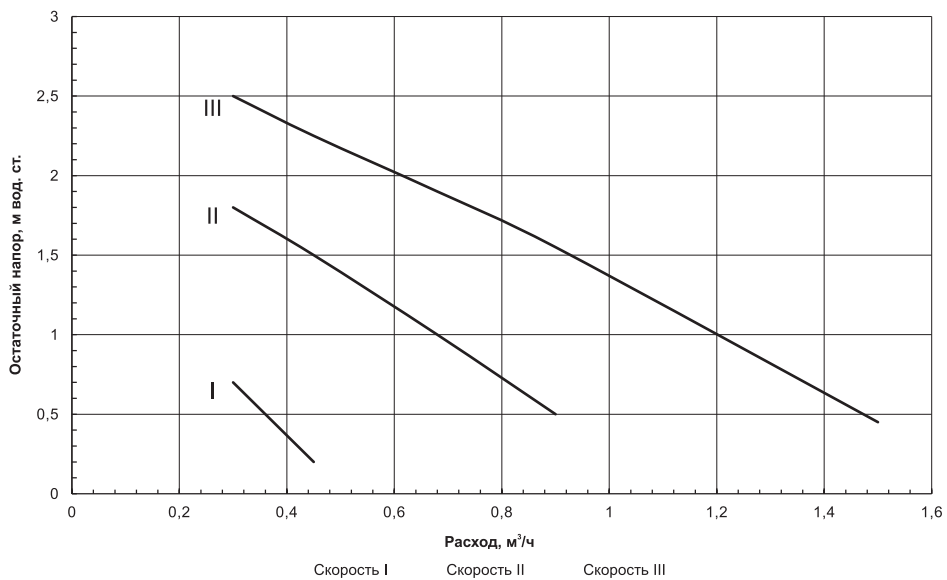

Рис.1 Остаточный напор для циркуляционного насоса ZOTA RING 25/40 (для котлов МК-Х 4,5 - 7,5 кВт)
**График остаточного напора для циркуляционных насосов показан на Рис.1, 2, 3